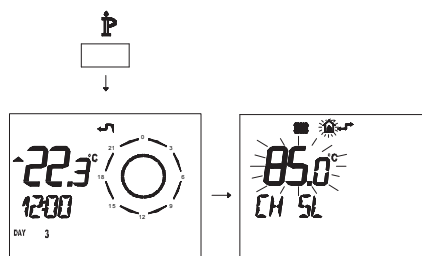

Figura 5.35
- Premere per più di 3 secondi il pulsante **P** per entrare in modalità **INFO** (Figura 5.35).